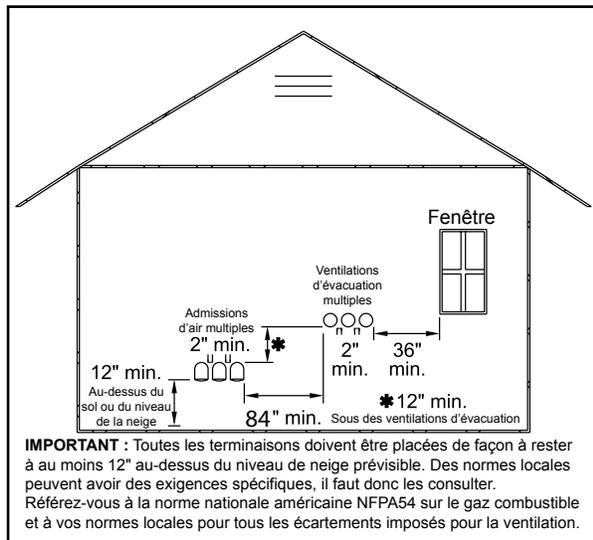

Figure 6. Terminaisons multiples d'air de combustion, ventilation sur murs latéraux
- Si la chaudière ou le chauffe-eau utilise de l'air de combustion en conduite depuis une terminaison d'admission située sur le même mur, voyez les Figures 6 et 5 pour un espacement et une orientation appropriés.
- Des kits pour ventilations multiples doivent être installés de façon à ce que la distance entre groupe de sorties et groupe d'entrées soit de 84" (213 cm). (Voir la Figure 6).
- La sortie de ventilation doit être à au moins 12" au-dessus du haut de l'entrée d'air, et au moins à 84" (213 cm) par rapport à elle horizontalement. (Voir la Figure 6).